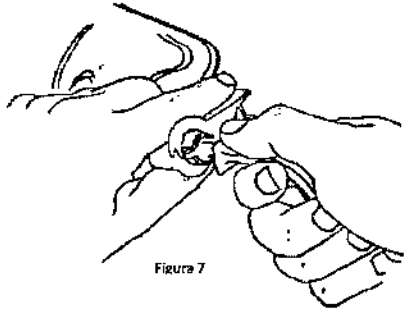

Figura 7
6. Posicione y mantenga una de las manos sobre la pinza y tome la espiga del equipo (línea del cassette) con la otra mano. Inserte la espiga en el puerto de salida de solución de la bolsa con movimientos giratorios en ambas direcciones. Ver figura 7.